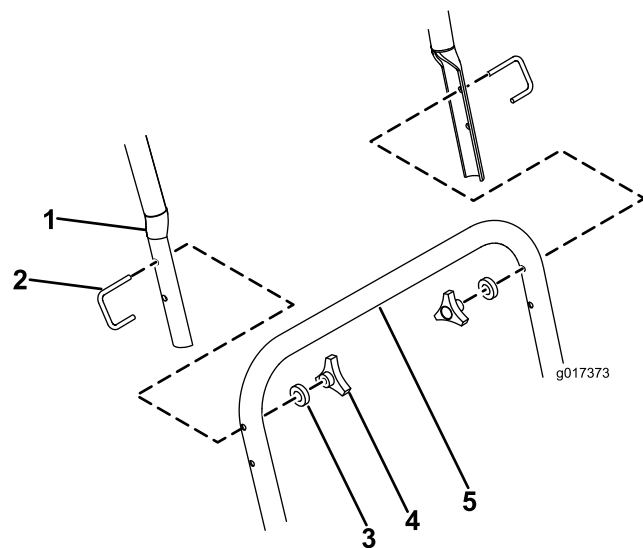

Figura 4
5. Conecte el manillar superior al manillar inferior sujetando cada lado con un perno en U, una arandela M6 y un pomo (Figura 4).